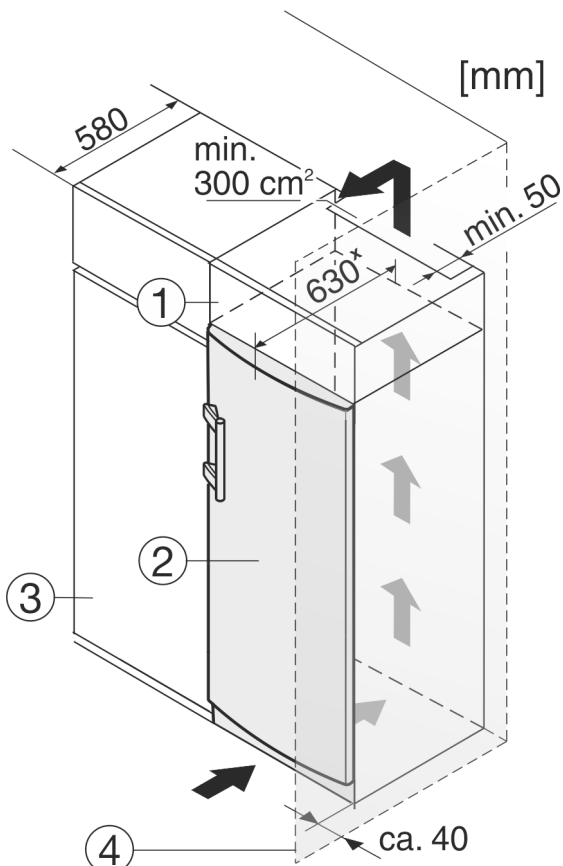

Fig. 10
- (1) Opbouwkast (3) Keukenkast
(2) Apparaat (4) Wand
Het apparaat Fig. 10 (2) kan worden ingebouwd in de keuken. Om het apparaat aan de hoogte van het keukenblok aan te passen, kunt u er een passende opbouwkast Fig. 10 (1) op plaatsen.
Bij een ombouw met keukenkasten (diepte max. 580 mm) kan het apparaat direct naast de keukenkast Fig. 10 (3) worden geplaatst. Het apparaat steekt aan de zijkant 34 mm* en in het midden 50 mm* uit ten opzichte van het keukenkastfront.
Plaast u het apparaat met de scharnierkant naast een muur Fig. 10 (4), dan moet de afstand tussen apparaat en muur minstens 40 mm bedragen. Dit in verband met het uitsteken van de deurgreep bij een geopende deur.